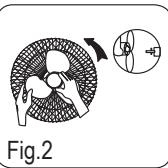

Fig.2
- 4.Włóż lopatkę wentylatora na silnik wentylatora i upewnij się, że wirnik jest zamontowany w rowku lopatki wentylatora. Przekrót pokrętło przeciwnie do ruchu wskazówek zegara i dokręcić lopatkę wentylatora (Rys.2)